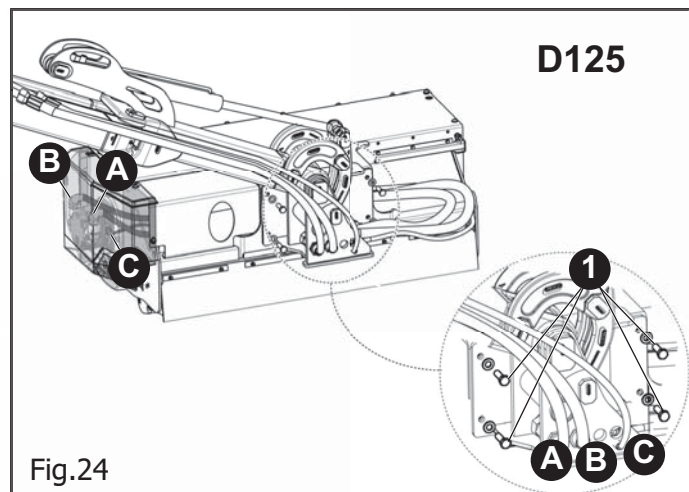
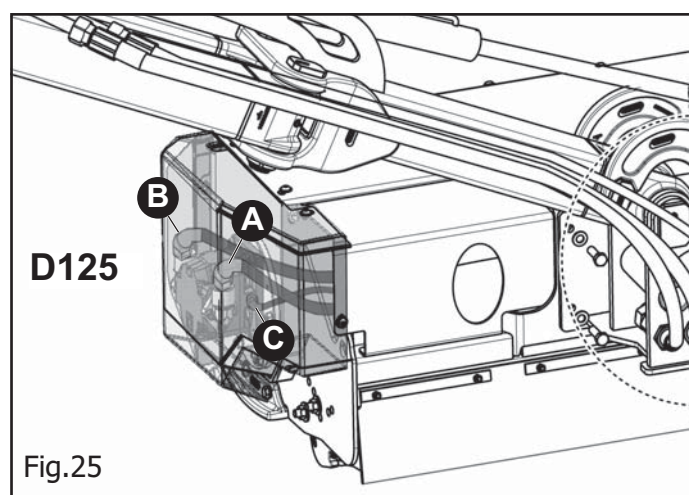
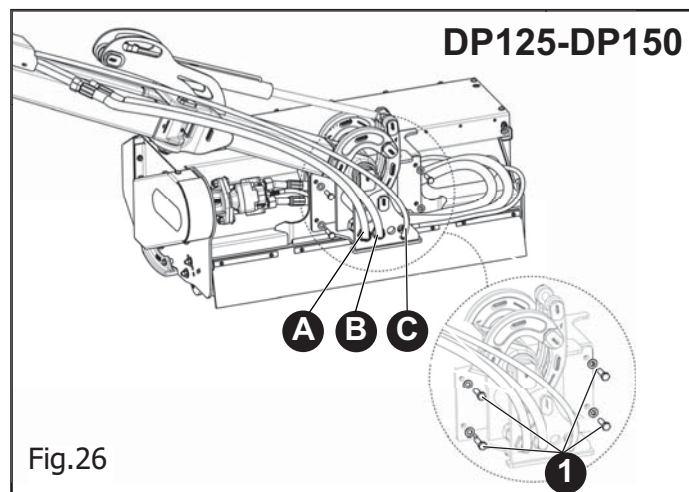
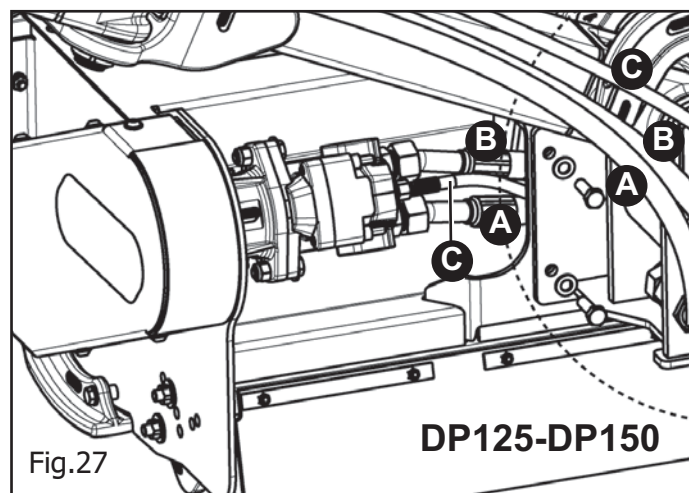

Fig.24
Fig.25
Fig.26
Fig.27
- 4) Fissare la testata con le 4 viti (1 Fig.24 **D125** - 1 Fig.26 **DP125-150**) e relative rondelle grower.
- 6) Collegare i tubi flessibili di mandata e scarico (A e B Fig.24 - Fig.25 **D125**; A e B Fig.26, Fig.27 **DP125-150**) al motore idraulico, dopo aver scaricato la pressione dell'impianto agendo sulla leva di inserimento rotore.
- 7) Collegare il tubo di drenaggio (C Fig.24, Fig.25 **D125** - Fig.26; C Fig.27 **DP125-150**) al motore idraulico
- 6) Scollegare i tubi (A), (B) e (C) dal motore idraulico della testata e pulirli da polvere e/o impurità.
- 7) Per evitare eccessive perdite di olio, premunirsi di una vasca di raccolta adeguata e di tappi per i tubi (A), (B) e (C).
- 8) Svitare le quattro viti di fissaggio (1 Fig.24 - 1 Fig.26).